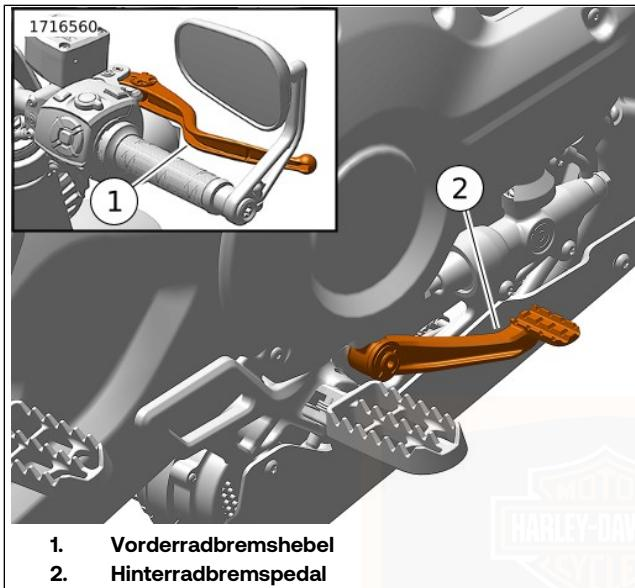

Abbildung 49. Bedienungselemente für Bremsen
Siehe Abbildung 49. Mit dem Vorderradbremsshebel (1) wird die Vorderradbremse betätigt. Der Hebel befindet sich am
Siehe Abbildung 49. Mit dem Hinterradbremspedal (2) wird die Hinterradbremse betätigt. Das Pedal befindet sich auf der rechten Seite. Das Hinterradbremspedal mit dem rechten Fuß betätigen.